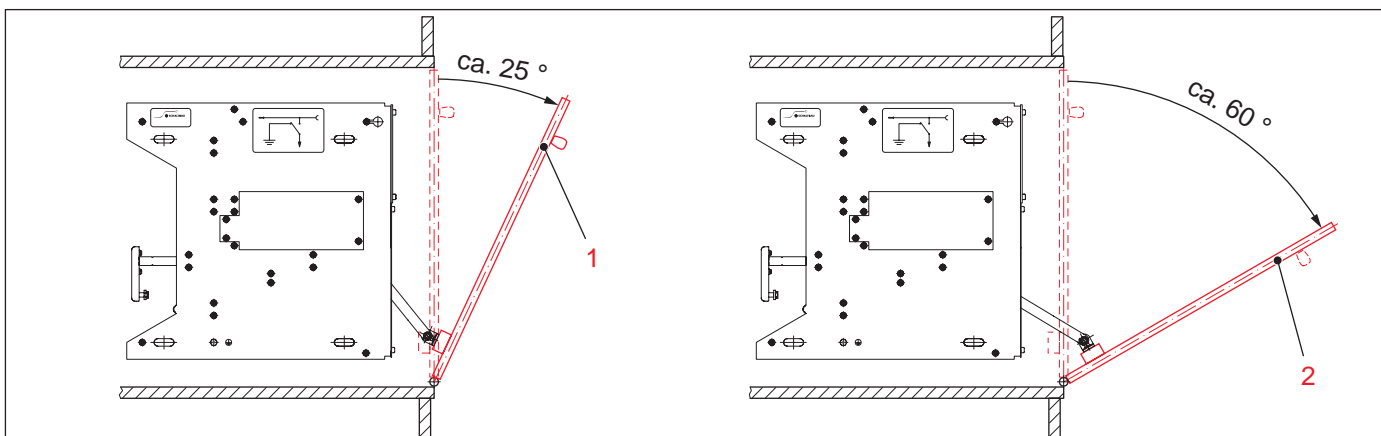
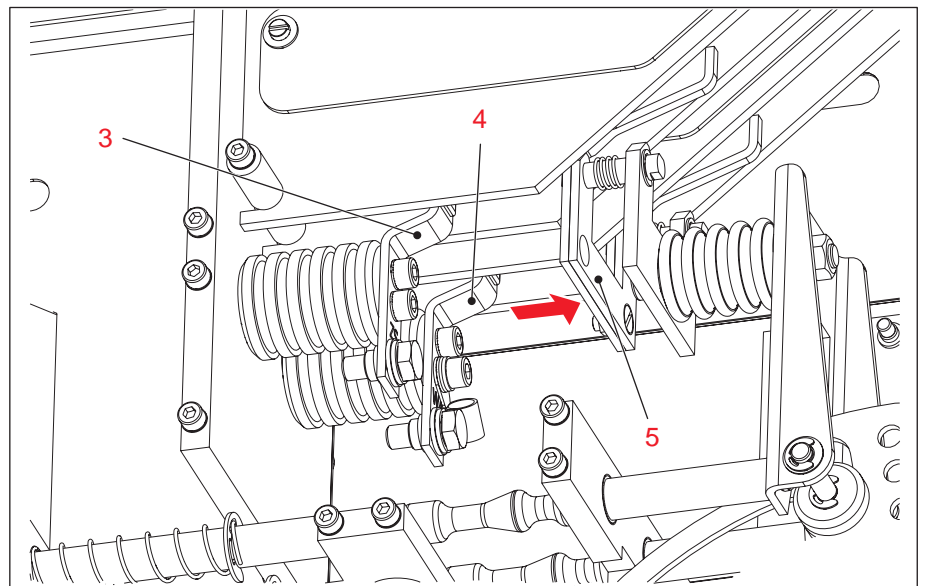

Bild 7:  $25^\circ$  und  $60^\circ$  Öffnungswinkel des Schaltkastendeckels für Funktionsprüfung
Bild 8: Trennen der Hauptkontakte bei ca. 25° Öffnungswinkel des Deckels
1. Die Klappe bzw. Tür des Schaltkastens/-schrankes langsam öffnen, bis ein Öffnungswinkel von ca.  $25^\circ$  erreicht ist (1):
- Die Hauptkontakte ZS (3) und WA (4) müssen nach wie vor geschlossen und die Kontaktfeder muss vorgespannt sein (siehe **Bild 7** und **Bild 8**).
- Nach Überwinden des Widerstandes muss der Schaltmechanismus auslösen und die Hauptkontaktbrücke (5) nach vorne springen, siehe **Bild 8**.
- Die Hauptkontakte ZS (3) und WA (4) sind nun geöffnet, der Erdungskontakt ist noch nicht geschlossen, siehe **Bild 8**.
3. Anschließend die Klappe bzw. Tür weiter langsam öffnen, bis ein Öffnungswinkel von ca.  $60^\circ$  erreicht ist (2), siehe **Bild 7**.